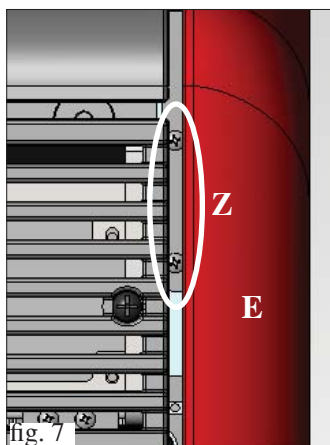
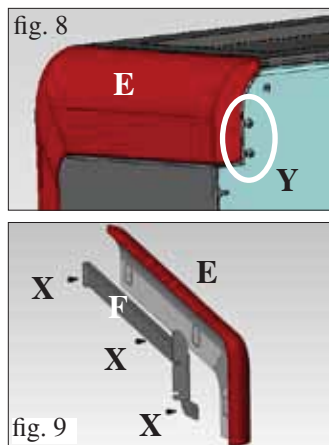

fig. 7
fig. 8
Rimuovere dalla stufa le due staffe metalliche fissaggio top laterale in ceramica (F) allentando le due viti anteriori (poste all'interno della griglia superiore in ghisa Z - fig. 7) e le due viti posteriori poste sul retro in lamiera Y - fig. 8).
Posizionare i top laterali in ceramica (E - completi di staffa metallica F) nella stessa posizione delle staffe metalliche sfilate precedentemente e serrare le viti poste all'interno della griglia superiore in ghisa (Z - fig. 7) e le viti poste sul retro in lamiera (Y - fig. 8) allentate in precedenza.